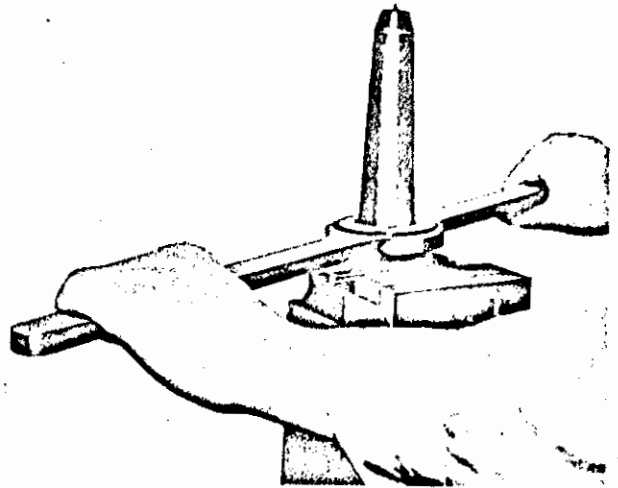

Fig. 6 – Aflojando la tuerca del inyector
5. Inviértase la posición del inyector en el tornillo de banco. Sirviéndose de la llave No. 8032655 aflójese la tuerca del inyector, Fig. 6. Desatornillese a mano y sáquese la tuerca derecho hacia arriba para no alterar la posición de las piezas que hay debajo.